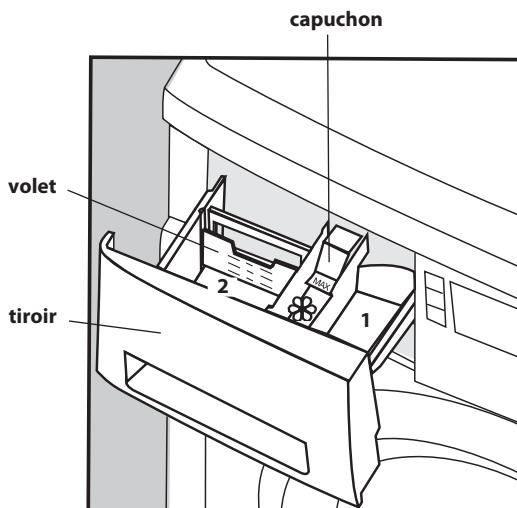
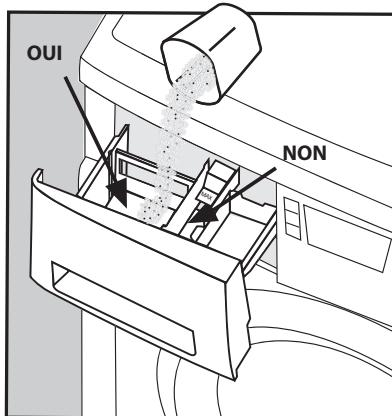
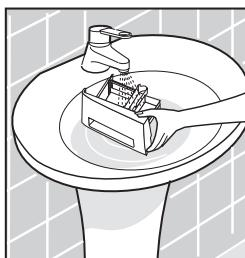

Figure 15
Figure 16
Figure 19
**ATTENTION! Pour le premier cycle de lavage au compartiment 2 du tiroir (fig.15) chargez la moitié de la norme de détergent, en prenant en considération les recommandations de son producteur pour le chargement maximum du linge.**
Dans la machine est prévu le tiroir de détergents (fig.15).
Pour l'utilisation du détergent synthétique (DS) liquide au compartiment 2 de la cuvette est prévu le volet conformément aux figures 15, 17, sur les deux côtés duquel sont appliqués les niveaux numériques du dosage en ml.
A l'utilisation des détergents en poudre il faut retirer le volet du compartiment pour le lavage principal 2 (fig.15). Il faut surveiller pour que le poudre ne soit pas au compartiment pour les moyens de traitement spécial (fig.16), puisqu'au rinçage la mousse sera formée et sur les articles peuvent apparaître les taches blanches.
A la sélection de la fonction supplémentaire on met les détergents au compartiment 1 (fig.15). A l'utilisation du détergent synthétique liquide on doit le verser directement avant le lavage.
L'additif de blanchiment à la sélection du programme (élimination des taches) est versé au compartiment 1 (fig.15) et le blanchiment a lieu directement après le lavage principale.
Pour améliorer la qualité du lavage et la protection de la machine contre les dépositions des sédiments calcaires au lavage à l'eau avec un degrés de rigidité II ou III il est recommandé à côté des détergents synthétique d'utiliser l'adoucisseur de l'eau. Il faut l'additionner aux détergents au compartiment 2 (fig.15) conformément aux recommandations du producteur.
On enlève les taches de moisissure avec l'additif de blanchiment au comportement 1 du tiroir des détergents (fig.15), si le tissu maintient bien l'influence du blanchiment. Dans les autres cas la partie encrassée doit être mouillée avec la solution de 10% du peroxide d'hydrogène et on fait lasser pendant 15 minutes.
Tirez le volet du tiroir, les capuchons, le tiroir pour l'agent liquide de blanchiment (fig.15) et lavez soigneusement les surfaces extérieures et intérieures sous un jet d'eau chaude. Lavez le tiroir pour les détergents (fig.19). Mettez les pièces démontables aux compartiments du tiroir et installez le tiroir à la machine.